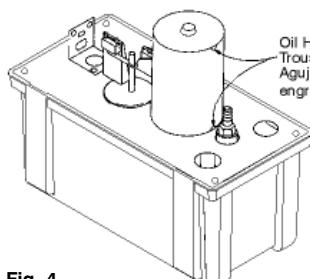

Fig. 4
- Oil the motor (Fig. 4) at the start of each air conditioning season. Use SAE number 10 or 20 non-detergent oil. Do not over oil.
- Lubrifier le moteur au début de chaque saison d'utilisation (Fig. 4). Utiliser de l'huile SAE sans abrasif de viscosité 10 ou 20. Ne pas trop lubrifier.
- Veillez à ce que les flotteurs bougent librement. Nettoyez-les au besoin. (Fig. 4)
2. Engrase el motor al comienzo de cada temporada de acondicionamiento de aire (Fig. 4). Use aceite sin detergentes SAE No. 10 ó 20. No lo engrase en exceso.